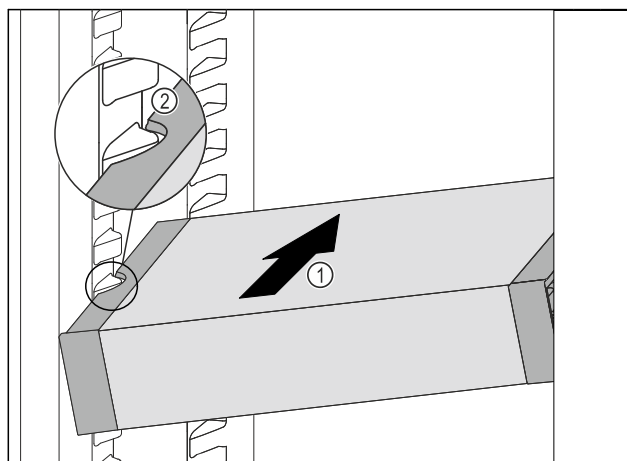

Fig. 88
- VarioSafe gurajte koso u hladnjak Fig. 88 (1) sve dok se bočni otvori Fig. 88 (2) ladice VarioSafe ne nađu na visini žlijeba spremnika u hladnjaku.